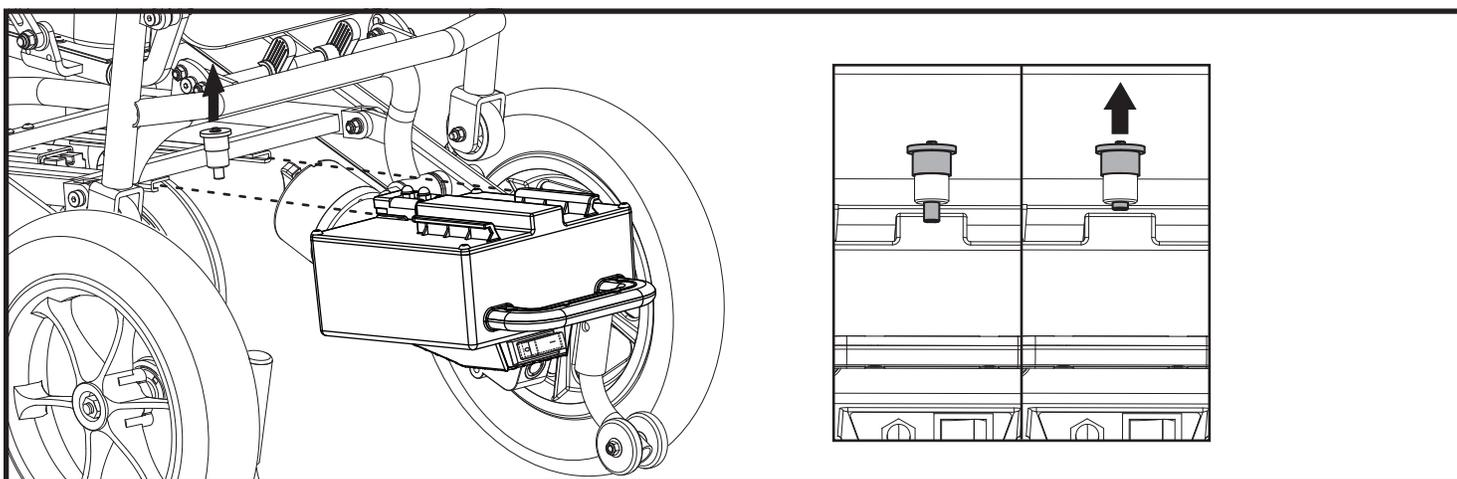

Figura 4. Remoción/Instalación de la caja de las baterías
2. Instale la caja de las baterías en la bandeja para baterías deslizándola horizontalmente dentro de la parte trasera del chasis debajo del asiento hasta sentir que el pasador de seguridad hace clic en su lugar. **Vea la figura 4.**
5. Sujete la manija de la caja de las baterías y levante el pasador de bloqueo para desenganchar la caja de la base eléctrica, luego deslice la caja de las baterías hacia fuera de la base eléctrica. **Vea la figura 4.**